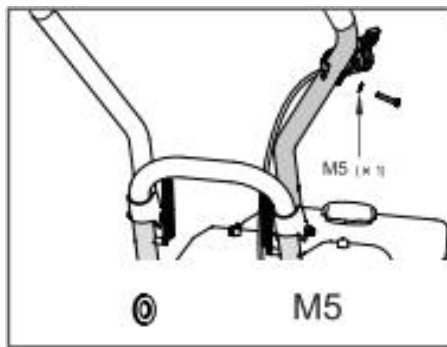

Рис. 4 Установка рычага газа
3. Установите рычаг газа на верхнюю часть рабочей рукоятки. Выкрутите из кронштейна рычага газа винт М5 крепления, вставьте его в шайбу М5 из комплекта крепежа и закрепите рычаг газа на верхней части рабочей рукоятки, как показано на Рис. 4.